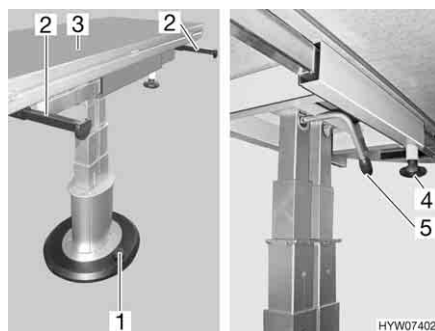

Fig. 77 Tavolo fisso con piede telescopico
- Estrarre le guide di appoggio (Fig. 77,2) fino all'arresto.
- Estendere la metà superiore del piano del tavolo (Fig. 77,3) e collocarla sulle guide di appoggio.
- Svitare la vite a testa cilindrica zigrinata (Fig. 77,4).
- Premere il bottone con il piede (Fig. 77,1). Il bloccaggio inferiore è aperto.
- Ruotare la leva di serraggio (Fig. 77,5) all'indietro. Il bloccaggio superiore è aperto.
- Ruotare la leva di serraggio (Fig. 77,5) in avanti. Il piede del tavolo è bloccato.
- Ruotare la leva di serraggio (Fig. 77,5) all'indietro. Il bloccaggio superiore è aperto. Il piano del tavolo si sposta verso l'alto fino al fine corsa.
- Premere il bottone con il piede (Fig. 77,1). Il bloccaggio inferiore è aperto. Il piano del tavolo si sposta completamente verso l'alto.